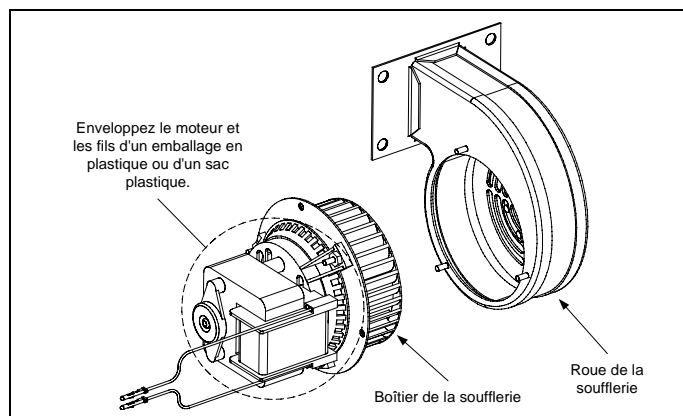

Figure 3
3. Enveloppez le moteur d'un emballage plastique pour empêcher l'eau d'y pénétrer. Vaporisez du produit dégraissant ou du détergent sur la roue et le boîtier de la soufflerie. Laissez agir pendant cinq minutes. Rincez la roue et le boîtier à l'eau chaude du robinet, puis essuyez avec un chiffon propre. (Voir la figure 3.)